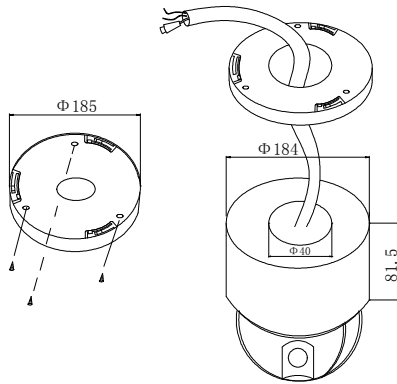

图 4
3. 从球机上取下安装底座盘，将连接线从底盘中心孔中向后穿入。按图 4 中所示用三只固定螺丝将底盘固定在天花板上，并将外部接线与球机连接上，球体中的锁紧扣按图中所示与底盘上的上缺口对齐安装，当球体向上到位后将球体向顺时针方向转动，直到底盘上的弹片起作用为止。当天花板后部不能走线时，可将球体外壳边缘开一走线孔。